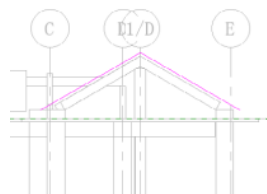

图 11-83 绘制屋顶轮廓
(11) 在“属性”选项板中选择“常规—100mm”类型，单击“绘制”面板中的“边界线”按钮和“线”按钮，在选项栏中输入“偏移”值为“100.0”，绘制屋顶轮廓，如图 11-83 所示。